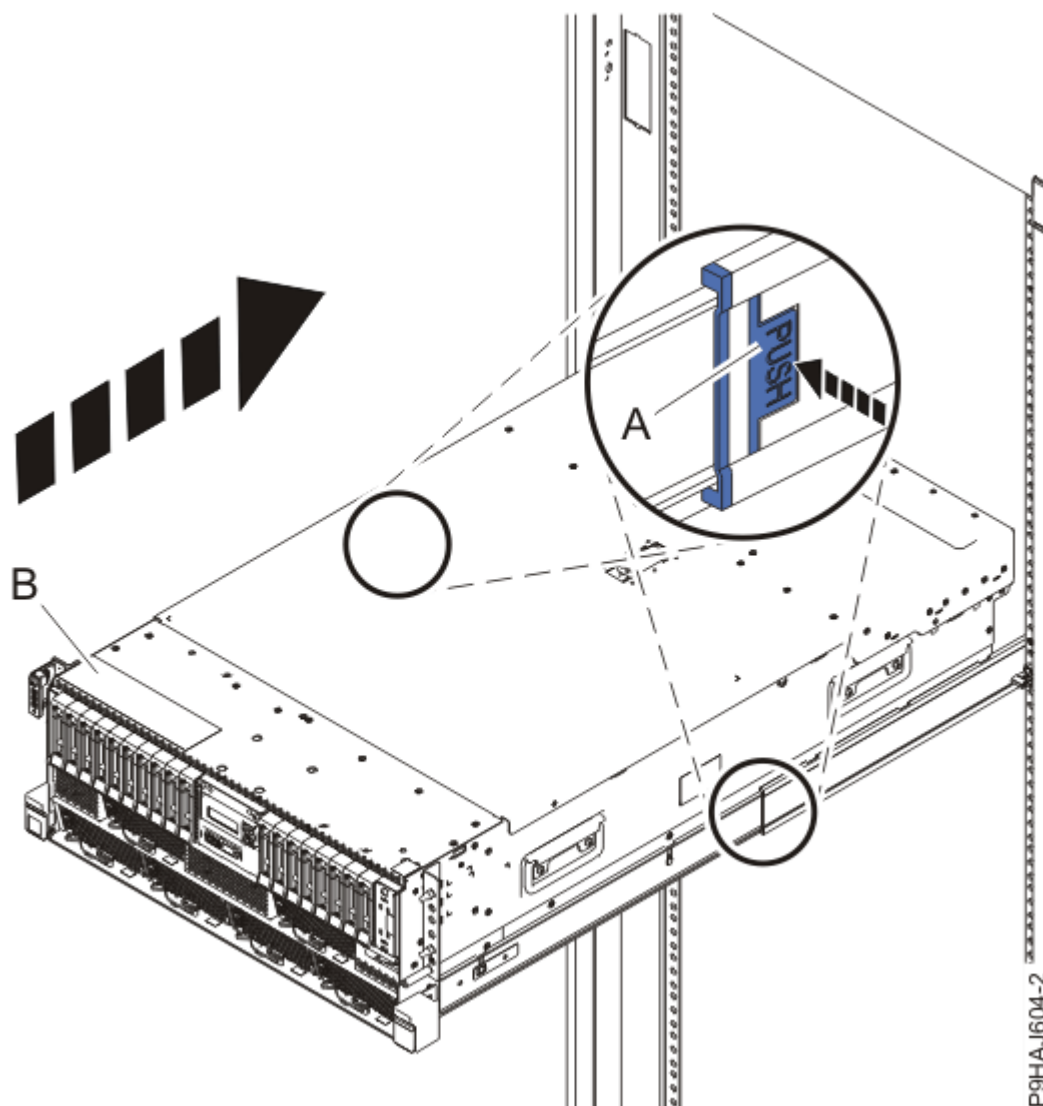

Figure 20. Mise en position de fonctionnement du système
3. Pour un système monté en armoire, déverrouillez les loquets de sécurité bleus **(A)** en les poussant vers l'intérieur, comme illustré dans la Figure 20, à la page 23.